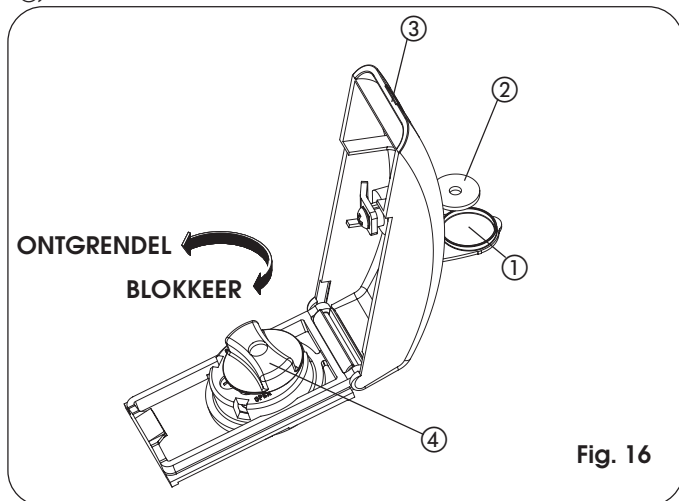

Fig. 16
- Til de beschermdop (Fig. 16, ref. ①) op en steek de meegeleverde sleutel in het slot (Fig. 16, ref. ②).
- Til de afdekking op (Fig. 16, ref. ③).
- Draai de ontgrendelknop (Fig. 16, ref. ④) ongeveer twee slagen tegen de richting van de klok in.
- Om de aandrijving weer te vergrendelen moet de ontgrendelknop (Fig. 16, ref. ④) met de klok mee worden gedraaid tot hij niet verder kan.
- Sluit de afdekking weer en draai de sleutel 90° tegen de klok in (Fig. 16, ref. ②).
- Haal tenslotte de sleutel weg en sluit de beschermdop (Fig. 16, ref. ①).